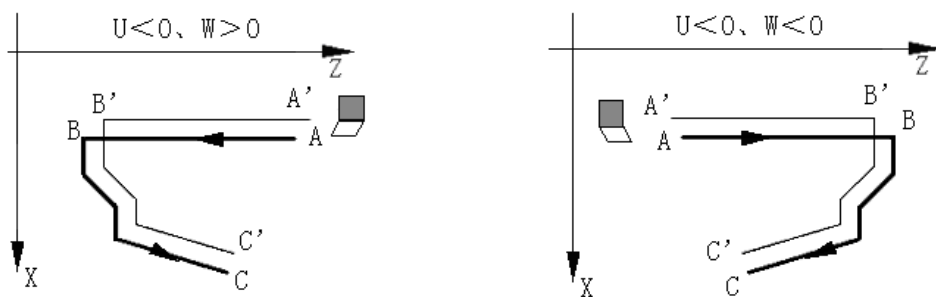

图 4-38
- 3) 留粗车余量时坐标偏移方向：指令①的 U、W 反应了精车时坐标偏移和切入方向，按 U、W 的符号有四种不同组合，见图 4-38，图中：B→C 为精车轨迹，B'→C'为粗车轮廓，A 为起刀点。